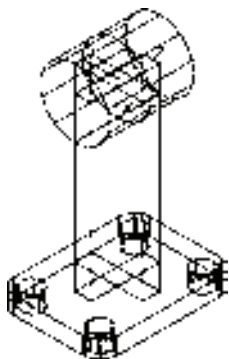

图 11-105 镜像圆柱体
13) 选择菜单栏中的“修改”→“三维操作”→“三维镜像”命令, 以 XY 面为镜像面, 镜像圆柱体。结果如图 11-105 所示。